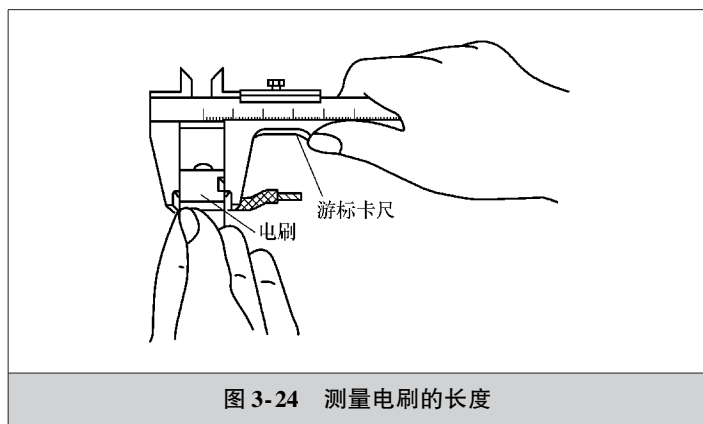

图 3-24 测量电刷的长度
3) 如图 3-24 所示, 测量电刷的长度。如果不在维修极限内, 则更换电刷架总成, 如本田飞度用电刷维修极限为 9.0mm。